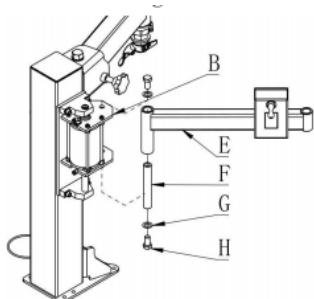

Abb.5
- Entfernen Sie F von B und setzen Sie F in E ein, wie in Abb.5 dargestellt. Befestigen Sie den Arm E mit der Schraube H (M16\*30) und der Unterlegscheibe G an der Basis B, ziehen Sie sie fest und stellen Sie sicher, dass der Arm E in horizontaler Richtung beweglich ist.